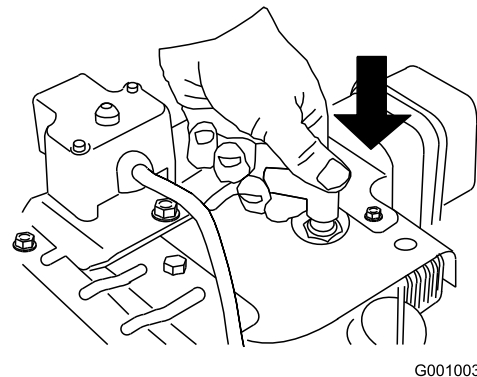

Figura 24
1. Collegate il cappello alla candela (Figura 24).